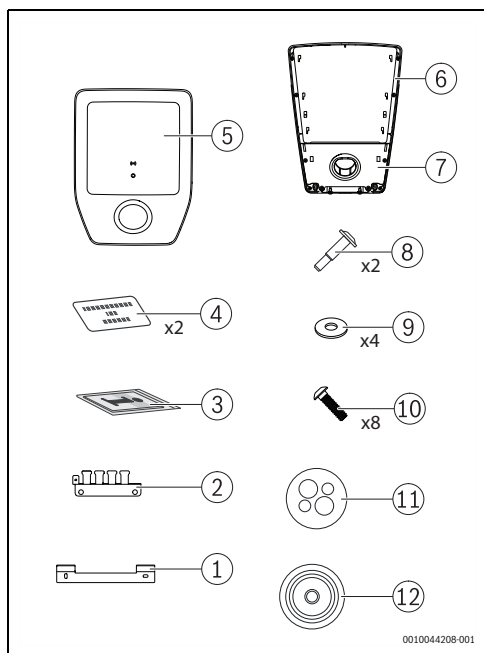

Fig. 49 Contenu de la livraison
- Retirer avec précaution le cache [5] et le capuchon avec le support de connecteur [7] du Logavolt (→ Fig. 49, page 54).